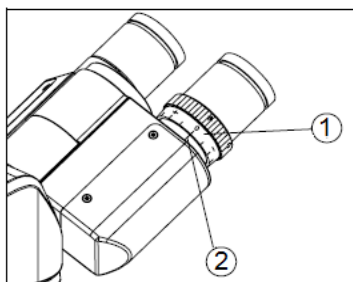

Fig. 1 Ajuste de dioptría
- Luego se mira con el ojo izquierdo a través el ocular izquierdo. Cuando la imagen no es nítida se rota en el anillo de ajuste de dioptrías (1) hasta que objeto se observe nítidamente (ver Fig 1).